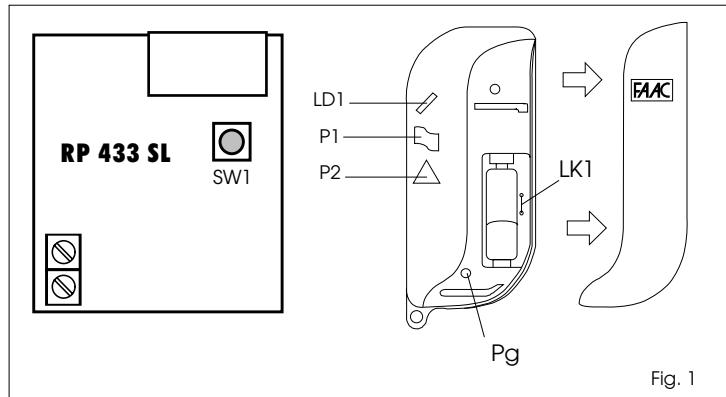

Fig. 1
- 1) Aprire l'involucro del trasmettitore, facendo scorrere il coperchio come indicato in fig.1, per accedere al pulsante di generazione del codice (Pg).